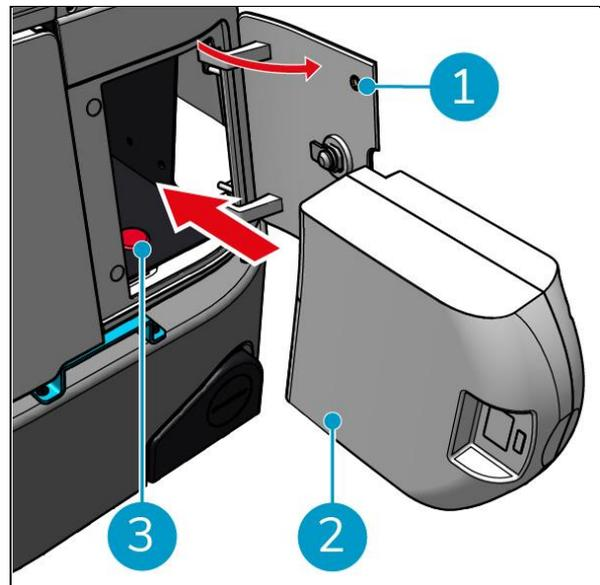

Abbildung 11
Bevor Sie die Batterie herausnehmen, schalten Sie das co-botic 45 über den Netzschalter im Batteriefach aus (siehe Abbildung 11, Pos. 3). Wenn Sie die Batterie entfernen, ohne den co-botic 45 auszuschalten, kann die Batterie "Funken schlagen" und Probleme mit den Anschlüssen verursachen.
1. Öffnen Sie den Batteriefachdeckel mit dem mitgelieferten Schlüssel (Abbildung 11, Pos. 1).
2. Schieben Sie die Batterie in das Batteriefach (Abbildung 11, Pos. 2). Ein Klicken zeigt an, dass die Batterie verriegelt ist.
1. Drücken Sie die Einschalttaste vor der Batterie (Abbildung 11, Pos. 3), schaltet sich das co-botic 45 jetzt ein.